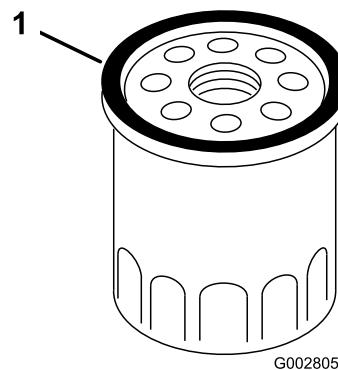

Figure 25
7. Avec les doigts, appliquez de l'huile sur le joint du filtre neuf (Figure 25).